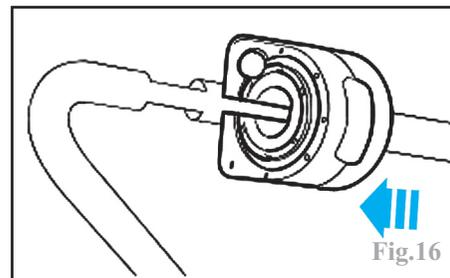

Fig.16
- vérifier le positionnement des silent-blocs de barre stabilisatrice, les mettre en place sans lubrifiant (Fig.16).